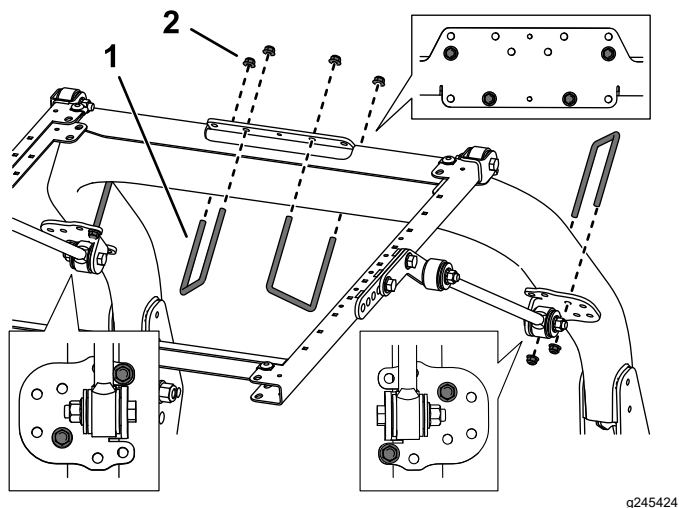

Рисунок 39
8. Используя монтажные отверстия, показанные на Рисунок 39, прикрепите, не затягивая, все кронштейны подпорок к стойкам защитной дуги с помощью U-образного болта (3 1/2 x 5 дюймов) и 2 фланцевых гаек.